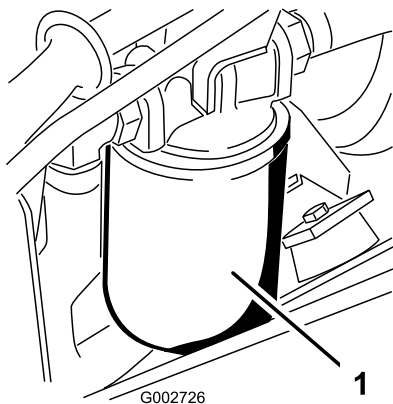

Figura 41
3. Coloque um recipiente de escoamento debaixo do filtro hidráulico, que se encontra no lado esquerdo da máquina (Figura 41).